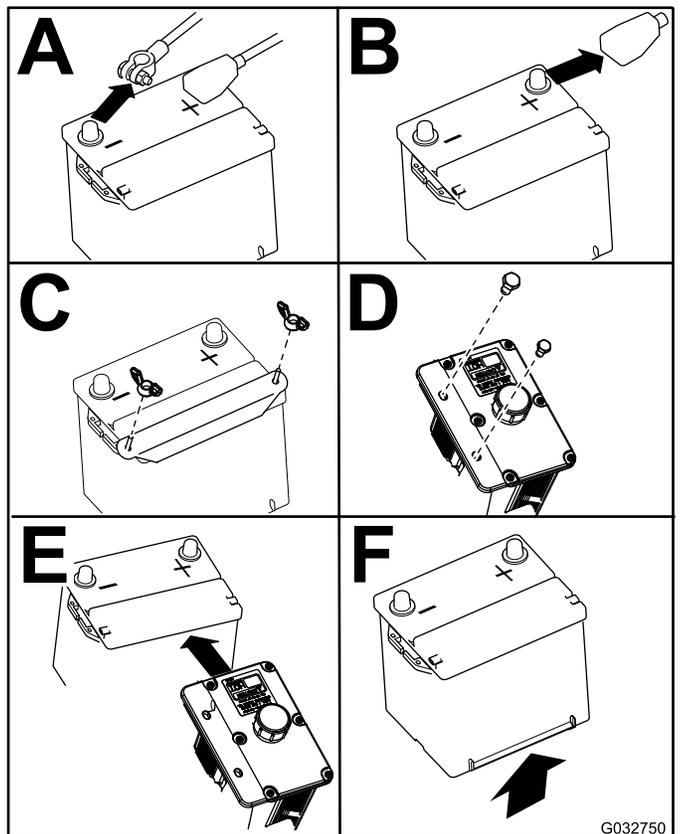

Figura 68
3. Retire la batería según se muestra en la Figura 68.